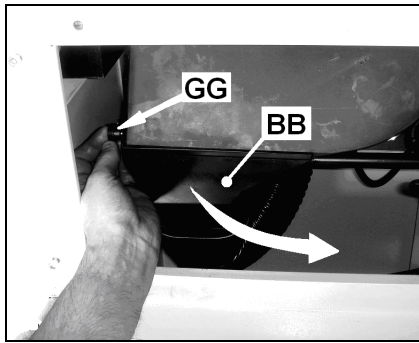

Fig 26
Retirer la vis moletée (GG, Fig 26) et rabattre l'entonnoir de raccordement (BB) vers le bas.